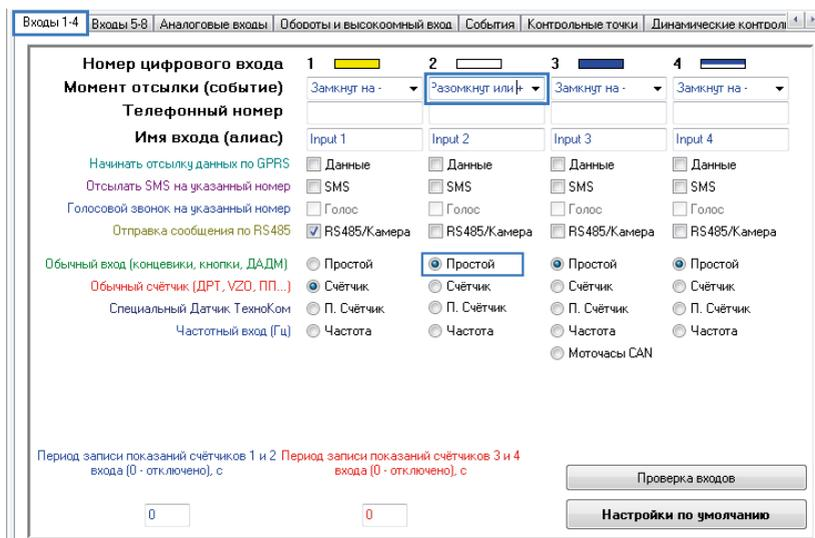

Рис.8. Пример настройки входа.
- На первом этапе необходимо настроить цифровой вход контроллера. Для этого перейти на вкладку «Входы 1-4» (Рис.8).
- На вкладке «Входы 1-4» в выпадающем списке «Момент отсылки (событие)» необходимо выбрать момент срабатывания цифрового входа 2 с учетом логики работы этого входа, например, «Разомкнут или +» (Рис.8).